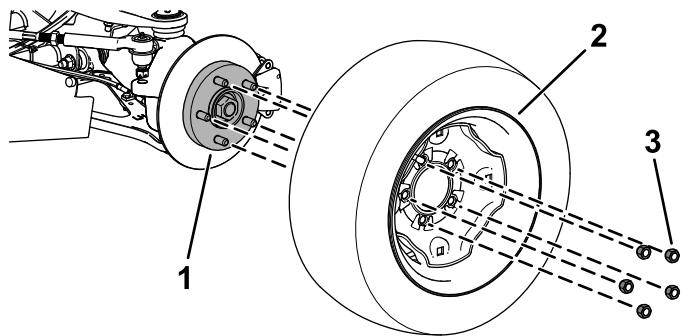

Bild 2
2. Nehmen Sie die Radmuttern ab, mit denen das Rad an der Radnabe befestigt ist (Bild 2).
1. Montieren Sie das Rad mit den vorher entfernten Radmuttern auf der Nabe (Bild 2).